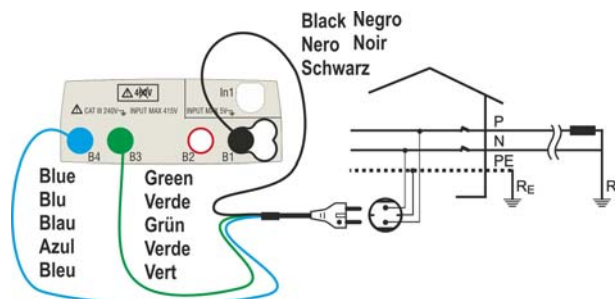
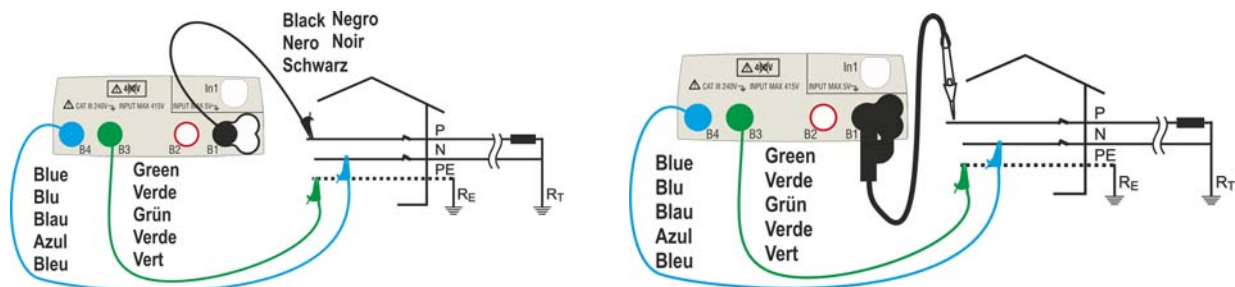
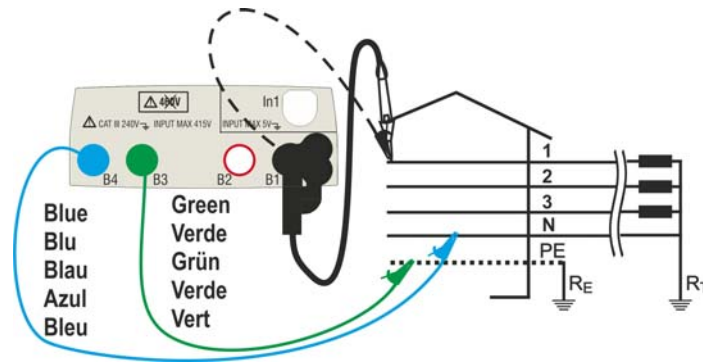
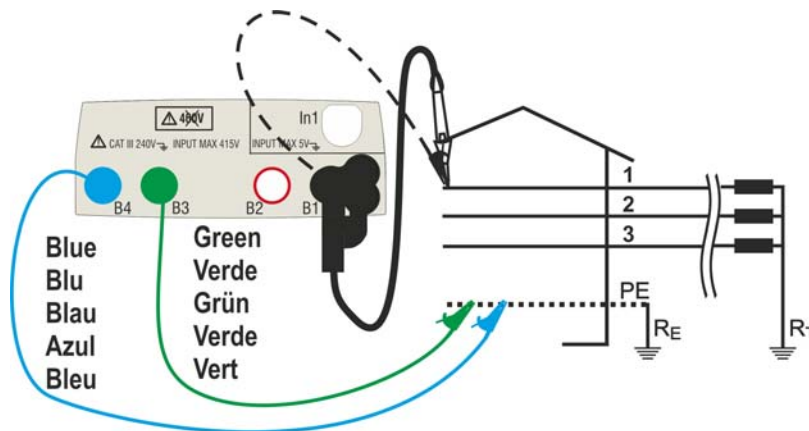

Fig. 16 : Mesure P-N/P-PE en installations monophasées/biphasées 230V par fiche shuko
Fig. 17 : Mesure P-N/P-PE en monophasées/biphasées 230V par câbles et embout à distance
Fig. 18 : Mesure P-N/P-PE en installation triphasée 400V+N+PE par câbles simples et embout à distance
Fig. 20 : Mesure P-PE/P-N en 400V + PE (sans N) par câbles simples et embout à distance
4. Connecter la fiche shuko, les crocodiles ou l'embout à distance au réseau électrique comme d'après les Fig. 16, Fig. 17, Fig. 18 et Fig. 20.
4. Déconnecter, lorsque cela est possible, toutes les charges connectées en aval du point de mesure car l'impédance des utilisateurs ci-dessus pourrait influencer les résultats de l'essai. Connecter la fiche shuko, les crocodiles ou l'embout à distance au réseau électrique comme d'après les Fig. 16, Fig. 17, Fig. 18 et Fig. 20 le point le plus près possible de la protection en cours d'examen